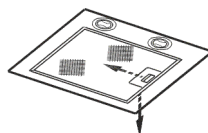

рис. 4
8.3 Для очистки алюминиевого фильтра извлеките его из вытяжки (рис.4). Произведите очистку фильтра с помощью щетки горячим водным раствором нейтрального моющего средства вручную или в посудомоечной машине (при 60°C). Сильно загрязненный фильтр не следует мыть в посудомоечной машине вместе с посудой.
- перед установкой вытяжки снимите алюминиевый фильтр, для этого нажмите на пружинный замок фильтра и потяните фильтр вниз и на себя (рис. 4)